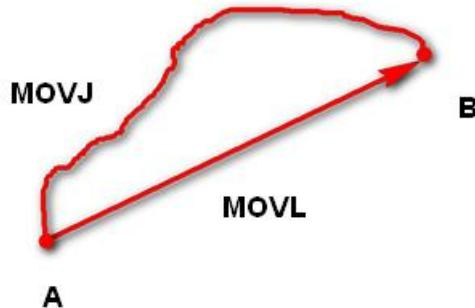

图 3.6 MOVL 和 MOVJ 运动模式
- **MOVJ：**关节运动，由A点运动到B点，各个关节从A点对应的关节角运行至B点对应的关节角。关节运动过程中，各个关节轴的运行时间需一致，且同时到达终点，如图 3.6所示。
- MOVL: 直线运动, A点到B点的路径为直线, 如图 3.6所示。